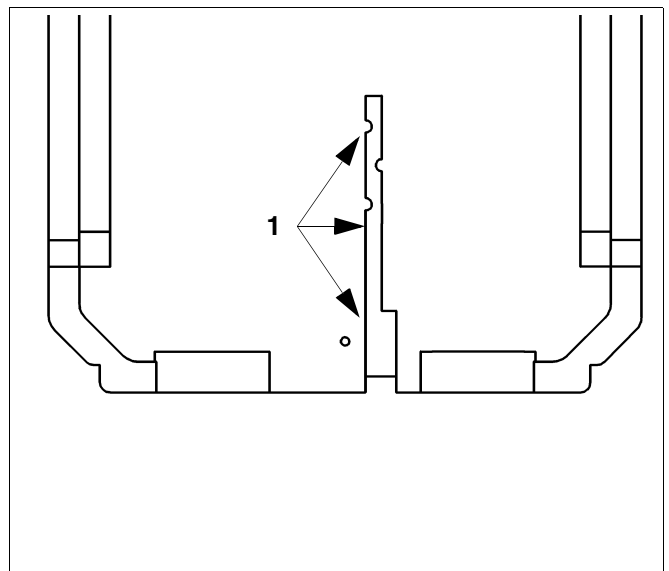

Abb. 7 Hintere Wärmedämmschale
- Die elektrischen Leitungen in die Kabelführung (Abb. 7, Pos. 1) der hinteren Wärmedämmschalen einlegen und nach hinten wegführen.